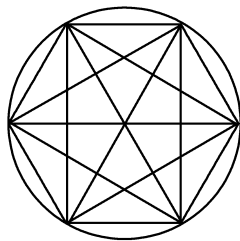

图 3-27 绘制顶点之间的连线
4) 使用同样的方法, 绘制其他顶点之间的连线, 如图 3-27 所示。